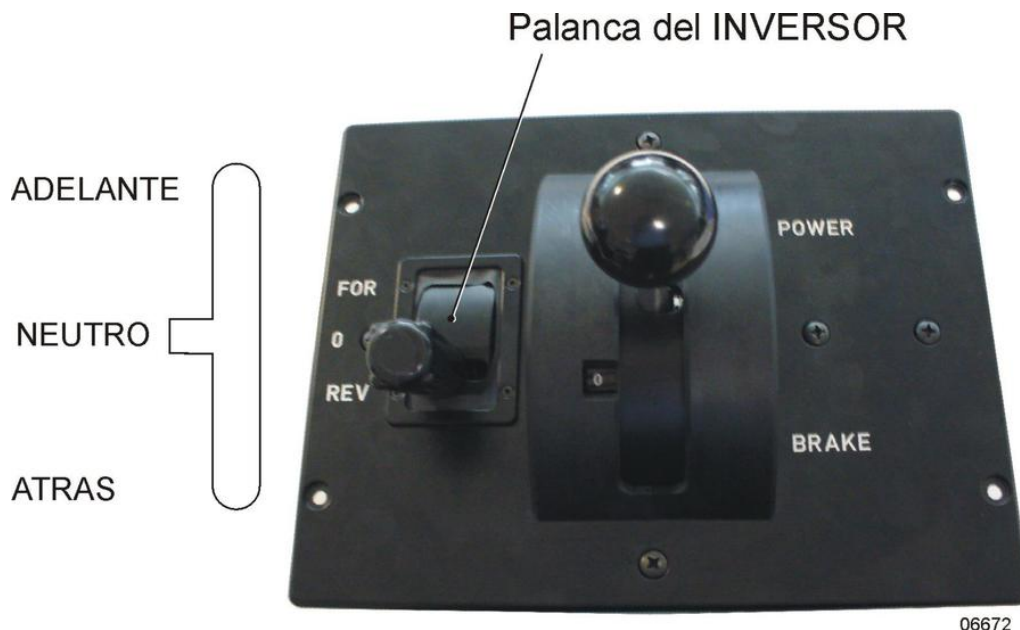

Figura 9-21. Palanca del INVERSOR
a) Palanca del INVERSOR, figura 9-21